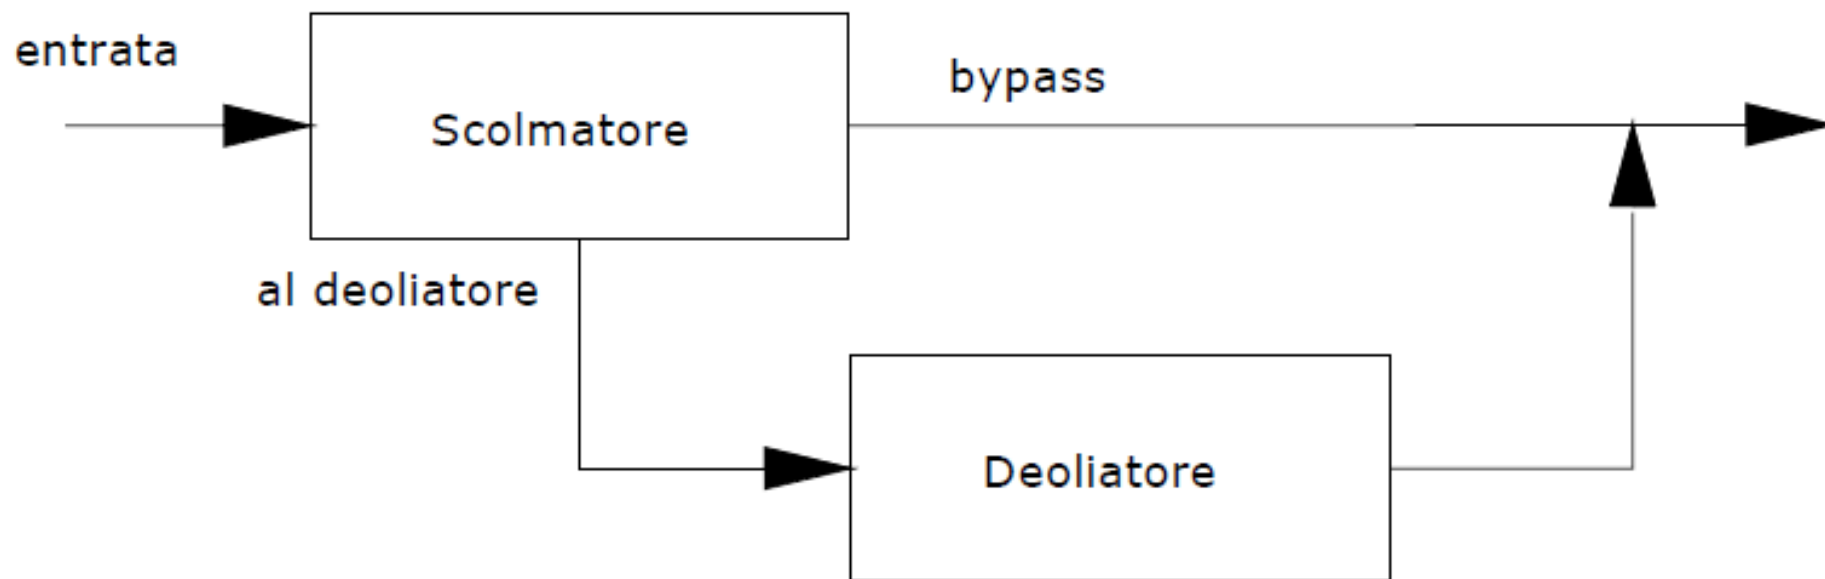

Fig. 1 - Schema tipico d'installazione
- Installare le fosse come indicato dallo schema d'installazione allegato (Fig.1) seguendo le modalità di interro